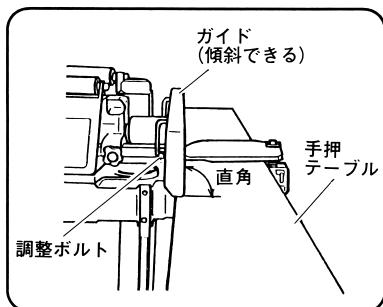

図 18
(2) むら取りした切削面をガイド面にしっかりと押し付けながら送ります。 (図 18)